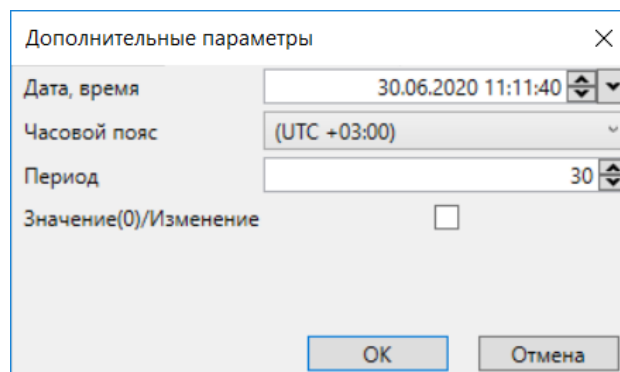

Рисунок 107 – Дополнительные параметры вызова
- средства просмотра наборов данных, возвращаемых хранимыми процедурами профиля проекта (4.7.19) по значениям сигналов объекта, содержащихся в долговременной БД. Описание набора средств просмотра данных совпадает с подразделом **Данные** раздела **Данные** (4.9.8.13.1), кроме параметров времени. Дополнительно в диалоге настройки параметров хранимой процедуры (рисунок 107) указывается дата, за которую необходимо формировать набор данных для просмотра.